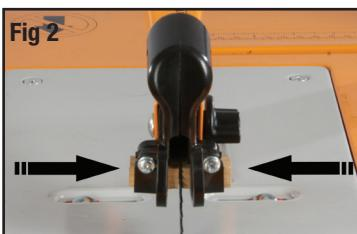

Fig 2
Lockern Sie den Drehknauf an der Sägeblattschutzhäube und passen Sie den Schutz nach vorn oder hinten an, bis sich die Zähne am Stichsägeblatt gerade eben vor den beiden hölzernen Führungsblöcken befinden; ziehen Sie dann den Knauf an. Lösen Sie die beiden Kreuzschlitzschrauben in der Sägeblattschutzhäube und bringen Sie die Führungsblöcke nach innen, bis sie beinah die Seiten des Sägeblattes berühren, bevor Sie die Schrauben wieder festziehen (siehe Abb. 2).
- Überprüfen Sie in regelmäßigen Abständen, dass das Sägeblatt in der Sägeblattschutzaube zentriert ist und sich die Führungsblöcke dabei nahe am Sägeblatt befinden, ohne aber den Sägeblattzähnen zu nahe zu kommen (siehe Abb. 2).